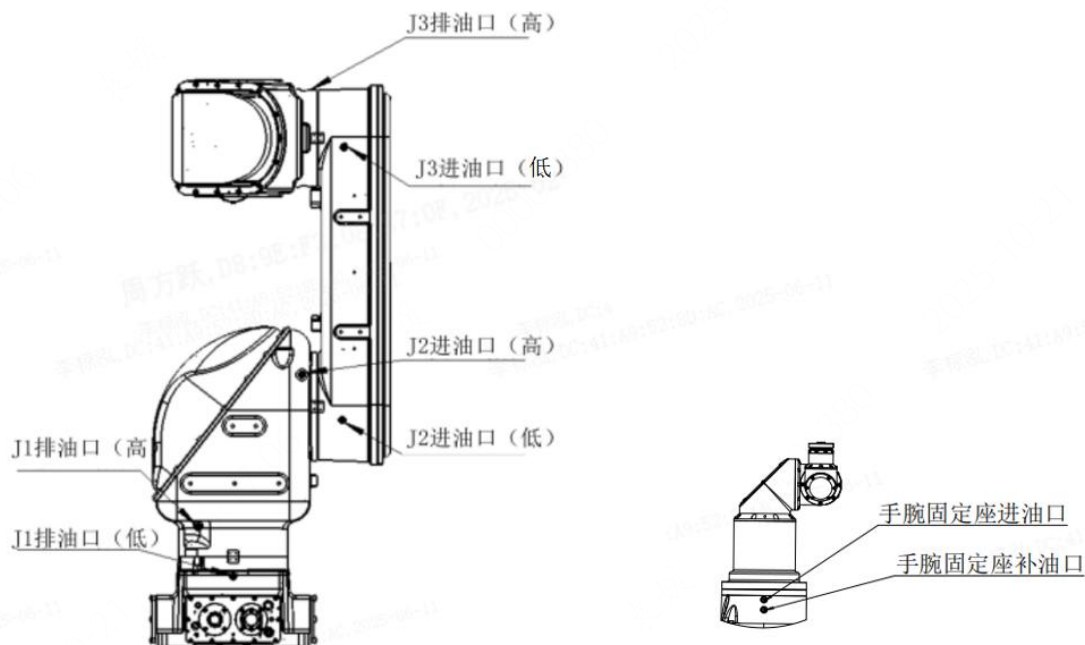

图 4-1 机器人注油口和排气口分布图
- 3) 拆下润滑脂供、排油口的内六角螺塞 M10×1，见图 4-1